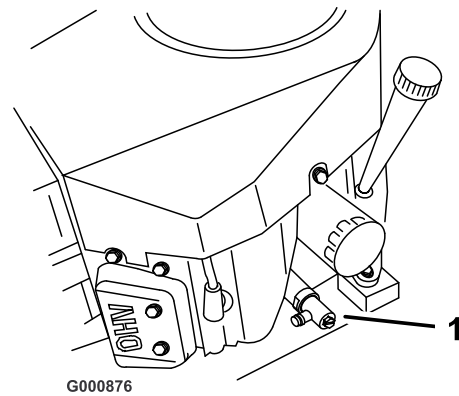

Figura 25
5. Deslice el tubo de vaciado sobre la válvula de vaciado de aceite (Figura 25).
6. Coloque un recipiente debajo del tubo de vaciado de aceite. Utilice un destornillador plano o una llave de 10 mm para abrir la válvula (Figura 25).
7. Gire el extremo de la válvula en el sentido contrario a las agujas del reloj para abrir la válvula (Figura 25).
8. Cuando el aceite se haya drenado completamente, gire el extremo de la válvula en el sentido de las agujas del reloj para cerrarla (Figura 25).
10. Limpie alrededor de la varilla de aceite y desenrosque el tapón (Figura 25).
11. Vierta lentamente un 80% aproximadamente de la cantidad especificada de aceite por el tapón de llenado (Figura 25). Consulte Mantenimiento del aceite del motor, en Mantenimiento del motor , página 25.